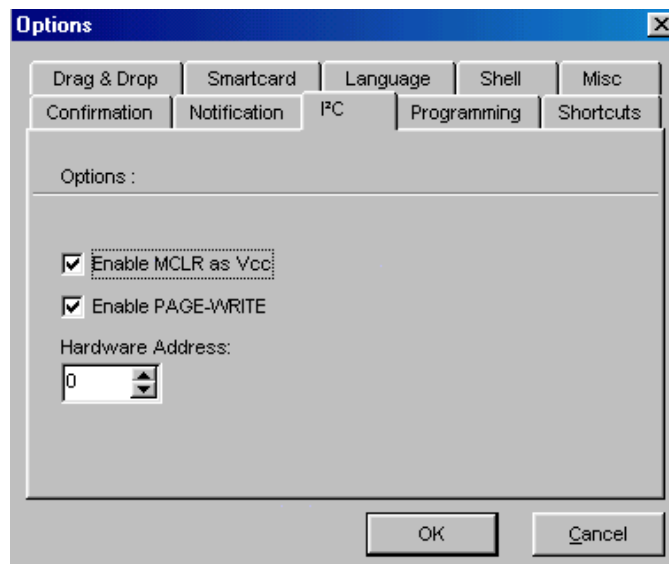

Fig. 16
- **Setting>Option** selezionare le voci Enable MCLR as Vcc e Enable PAGE-WRITE, come mostrato nella seguente fig.16.